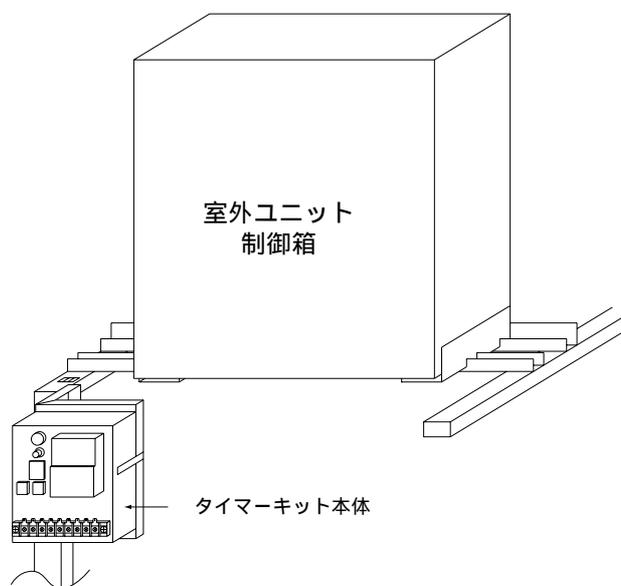

図2. タイマーキット組込図 (ICE Y p)
- (4) タイマーキット本体 を、取付板 に、取付ネジ （3本）を使って図2の様に取付けてください。尚、取付板の取付ネジ穴（3ヶ所）のうち、下側のネジ穴（1ヶ所）に予め取付ネジ （1本）を途中までねじ込んでからタイマーキットを取付けると作業が容易になります。